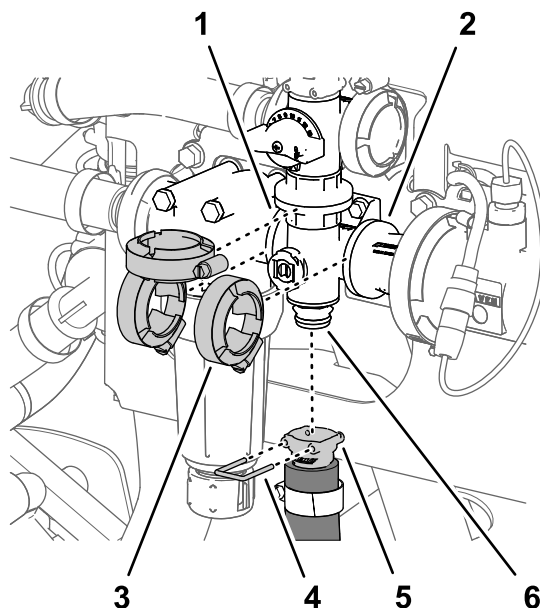

Figure 114
1. Retirez l'étrier qui fixe le raccord rapide du flexible d'agitation au collecteur de la vanne d'agitation (Figure 114).
- Retirez les 3 colliers bride qui fixent le collecteur de vanne d'agitation aux brides de la tête du filtre de pression et à l'adaptateur d'accouplement (Figure 114).